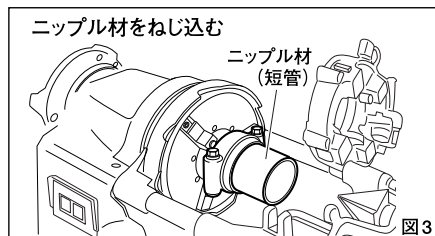

図3
3. 一端に規格ねじの切れたパイプを、先端が「当り」の面に当るまでねじ込みます。(図3)